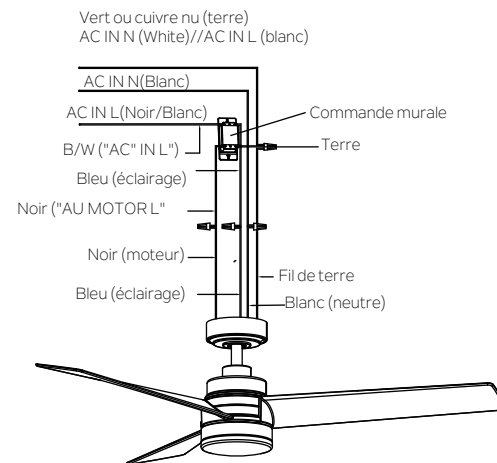

Fig. 12
**Étape 2.** Connectez le fil BLEU du ventilateur au fil BLEU marqué "FOR LIGHT (POUR LA LUMIÈRE)" de la commande murale (Fig.12).
**Étape 3.** Connectez le fil BLANC du ventilateur au fil BLANC neutre du domicile (Fig. 12)
**Étape 4.** Connectez les fils rayés NOIRS et BLANCS marqués "AC IN L" de la commande murale au fil d'alimentation NOIR/BLANC du domicile (Fig. 12).
**Étape 5.** Connectez les fils de TERRE (VERTS) depuis le support de montage et la boule de suspension et la commande murale au fil de TERRE (VERT) ou NU (CUIVRE) du domicile (Fig. 12)